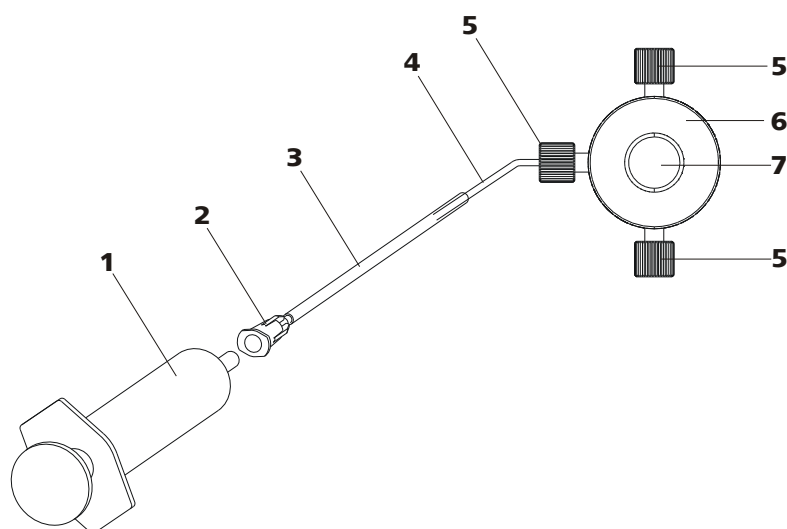

Figura 19 Purga de la bomba de alta presión
Purgue la bomba de alta presión como se indica a continuación (véase *Figura 19, página 36*):
- Inserte la jeringa (19-1) en el conector Luer (19-2) de la cánula de purga (véase Figura 19, página 36).